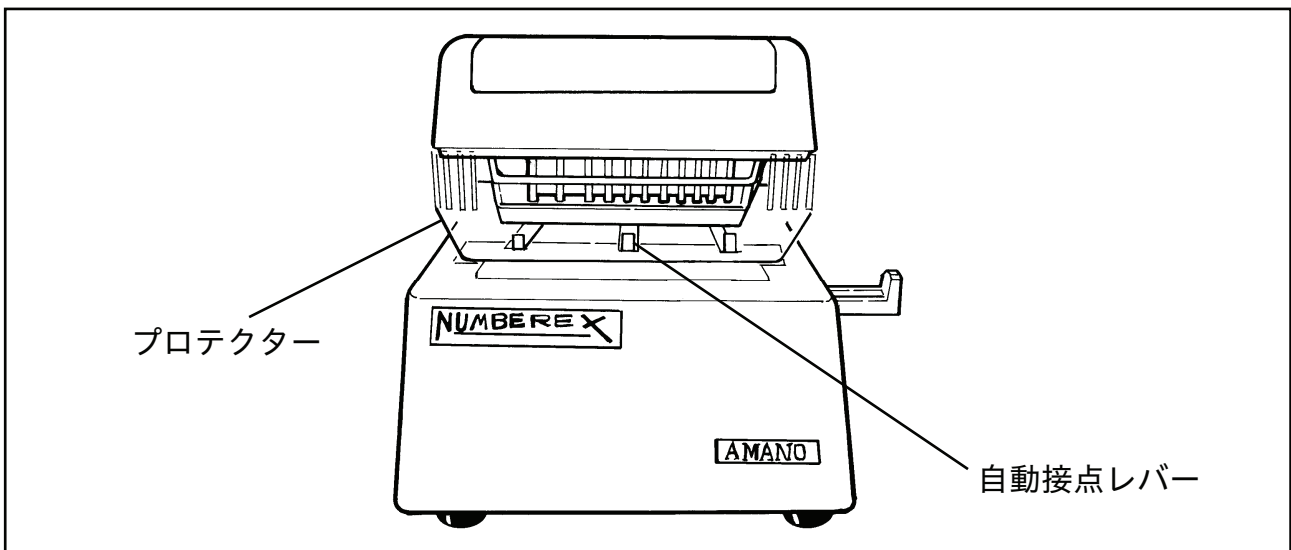

図 4
- (1) 電源プラグを交流 100 V，50 Hz または 60 Hz のコンセントに差し込みます。
- (2) 用紙をプロテクターの下に差し込み、用紙の上端が自動接点のレバーに触れると自動的に印字されます。(図 4 参照)